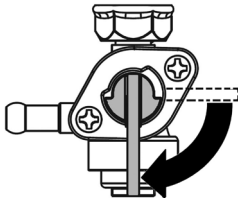

Рис. 9 Топливный кран открыт
4. Откройте топливный кран Рис. 9.